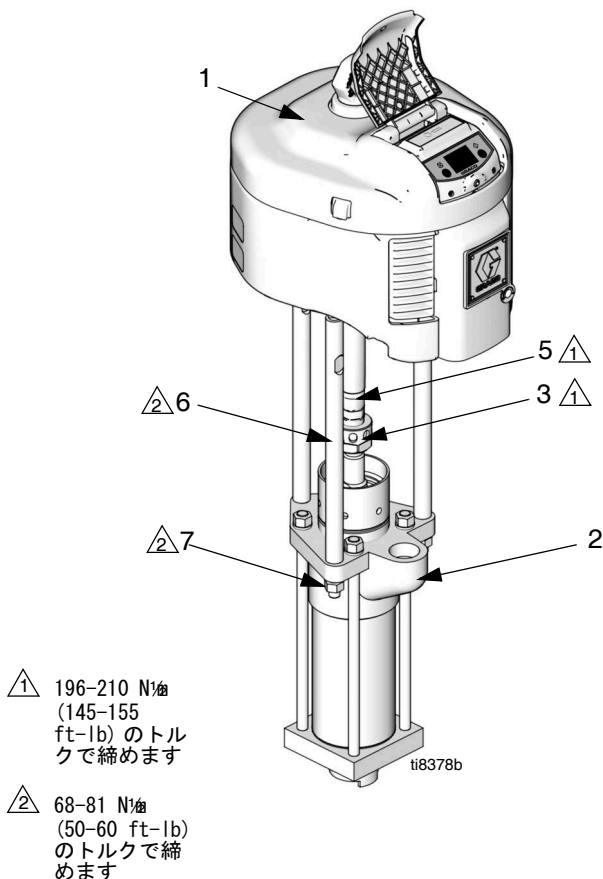

図 3. 下部の再取り付け
3. 吸い込みホースの取り外し中は、液体アウトレット接続金具が緩まない様にレンチでおさえます。図 3 を参照。
-  モーター (1) から下部 (2) を取り外す前、モーターのエアインレットへのポンプの液排出口の各位置を確かめてください。エアモーターが点検を必要としない場合、取り付けられたままの状態にしておきます。
4. 接続ロッドアダプター (5) からカップリングナット (3) をネジで外します。カップリングカラーを取り外さないでください。無くしたり落としたりしないでください。図 3 を参照。
1. 接続ロッドアダプター (5) をエアモーターシャフトへネジで留めます。図 3 に表示しているようにトルクを与えます。
2. タイロッド (6) をエアモーター (1) にネジで留めます。タイロッドの平らな部分ではレンチを使い、表示のようにトルクを与えます。
3. カップリングナット (3) およびカップリングカラー (4) が置換ロッド上に配置されているか確かめてください。
4. 一人がモーターに取り付けている間、下部を支えるのに最低二人が必要となります。**注意**ページの 12 を参照してください。**下部の取り外し方**で記載されているように、ポンプの液排出口をエアインレットに方向を合わせます。タイロッド (6) の上に下部 (2) を置きます。
5. 図 3 に記載されているように、ナット (7) をタイロッド (6) にネジで留め、トルクを与えます。
6. カップリングナット (3) 接続ロッドアダプター (5) を緩めにネジで締めます。レンチを使って接続ロッドアダプターの平らな部分を固定し、回転するのを防ぎます。調整レンチを使ってカップリングナットを締めます。図 3 に表示しているようにトルクを与えます。